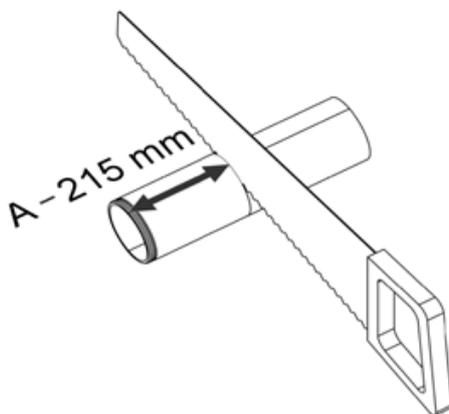

Figure 9 - Raccourcissement du tube de Ø 90 mm
Sciez le tube de Ø 90 mm (3) à la longueur $A - 215$ mm, mesurée à partir de l'extrémité rainurée (voir Figure 9 ci-dessous).